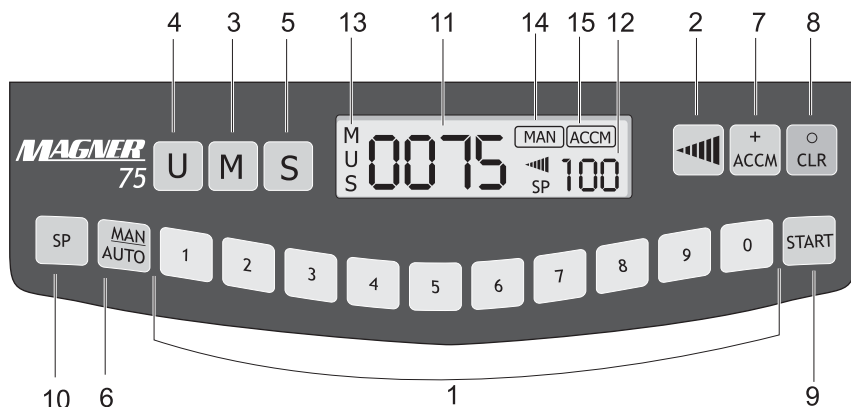

Рис. 2
2. Панель управления (рис. 2)
1. Наберите требуемый размер пачки, используя клавиши (1) (рис. 2). На дисплее отобразится набранный размер пачки. Машина готова к подсчету заданного количества банкнот.
Подозрительные банкноты могут быть определены с помощью магнитных датчиков, которые включаются нажатием клавиши "M" (3) (рис. 2). Счетчик обеспечивает детекцию по магнитной метке на 4-х уровнях.